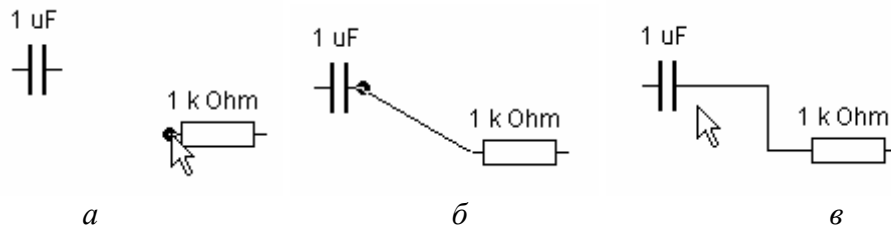

Рисунок 15 – Соединение компонентов
3. Для соединения компонентов следует подвести курсор к выводу одного из них. Появится черная точка (Рисунок 15, а). Нажать левую кнопку мыши и, удерживая ее в нажатом состоянии, подвести курсор к выводу второго компонента (Рисунок 15, б). При появлении черной точки отпустить кнопку мыши (Рисунок 15, в).